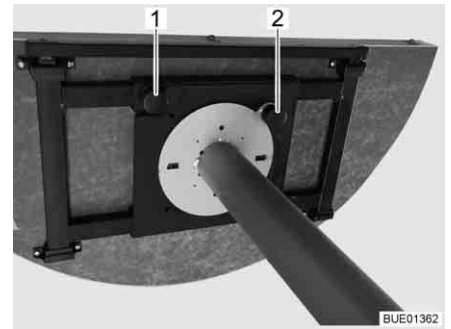

Bild 97 Inställningsmekanism
- Lossa den räfflade skruven (Bild 97,1).
- Lyft inställningsreglaget (Bild 97,2).